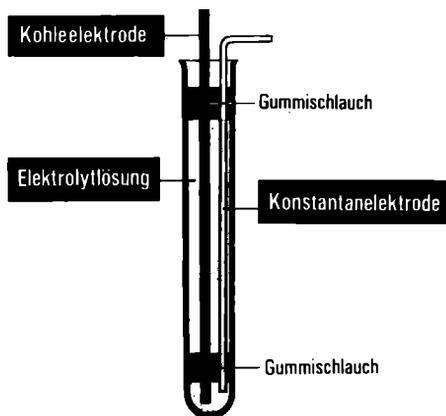

Abb. 8
1. Bauen Sie die Apparatur (Abb. 8, S. 48) auf!